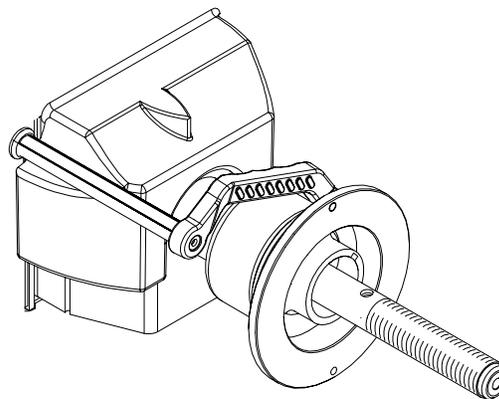

Figure 43 - Extension sur le collier cloche
8. Tirer doucement le SAPE et poser le bras sur le dispositif de mesure SAPE sans la partie interne du logement de la cloche de la façon indiquée à la Figure 43. Une sonnerie retentira et l'afficheur indiquera "**H**" "**POS**".